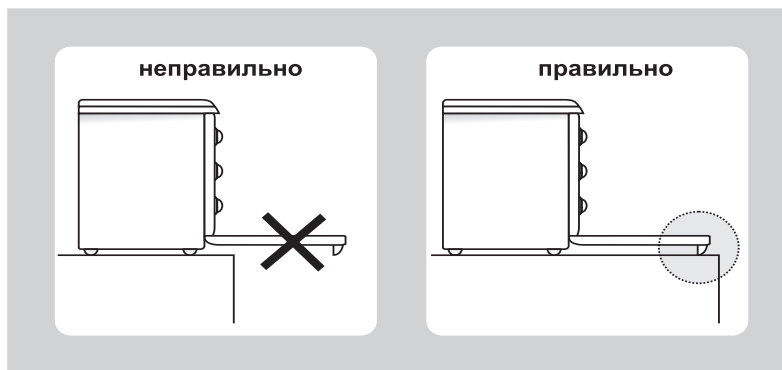

Рис. 1
- Чтобы избежать опрокидывания, плиту необходимо установить, как показано на рис. 1.